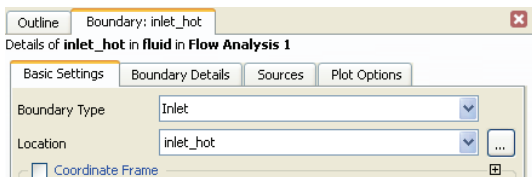

图 24-12 热水入口端设置
3) 在工具栏上单击边界条件按钮 Boundary, 然后选择 in Fluid, 在弹出的细节窗口中设置 Boundary Type 为 Inlet, 并修改 Location 为 cold_hot, 如图 24-12 所示。